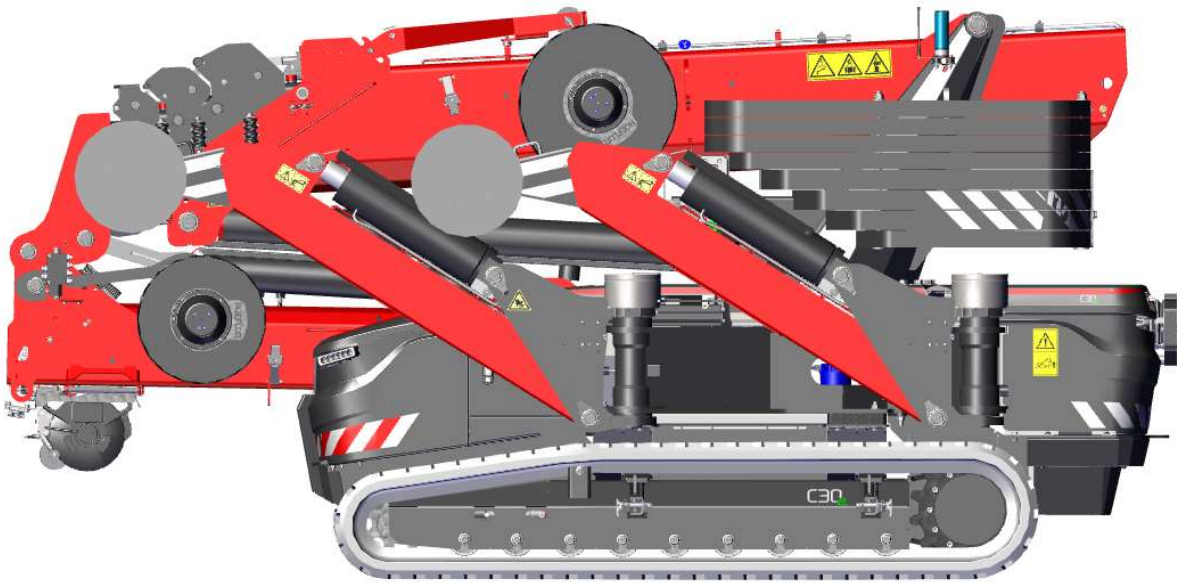

Abbildung 32: Transportstellung
- Der Kran befindet sich nun in Transportstellung (siehe *Abbildung 32*).